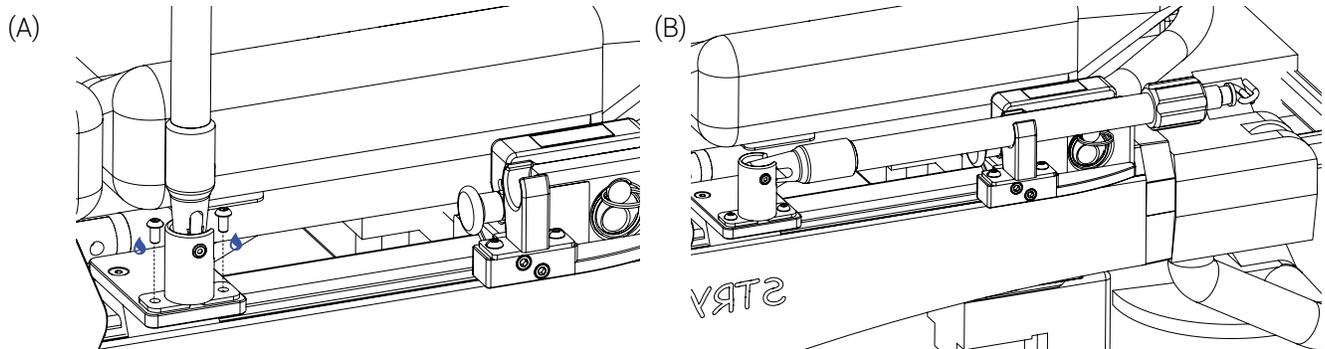

Figure 14: Installation de la tige à soluté
5. Installer la tige à soluté sur le bloc d'ancrage en réutilisant les deux (2) vis qui avaient préalablement été retirées à l'étape 7 de la section Préparation de la civière et de l'adhésive frein-filet (Figure 14).